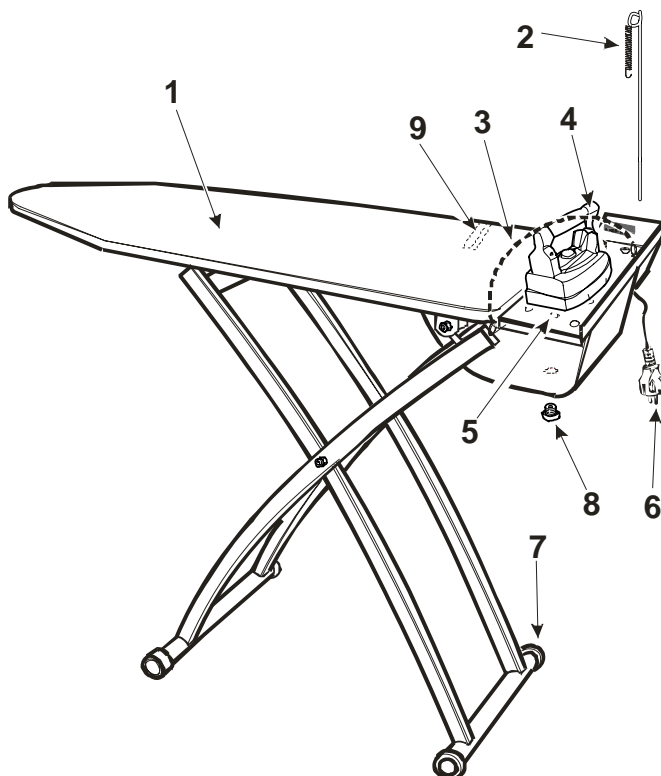

РИС. 1
1. Выньте SOLE из коробки и вставьте держатель кабеля в специальное отверстие (рис.1).
3. Поставьте утюг на подставку (рис. 1).